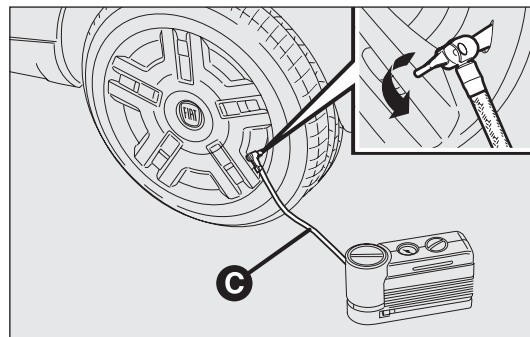

fig. 181
- Draai de ventieldop van de band los, trek de slang C-fig. 181 met de snelkoppeling uit en draai deze op het ventiel van de band.